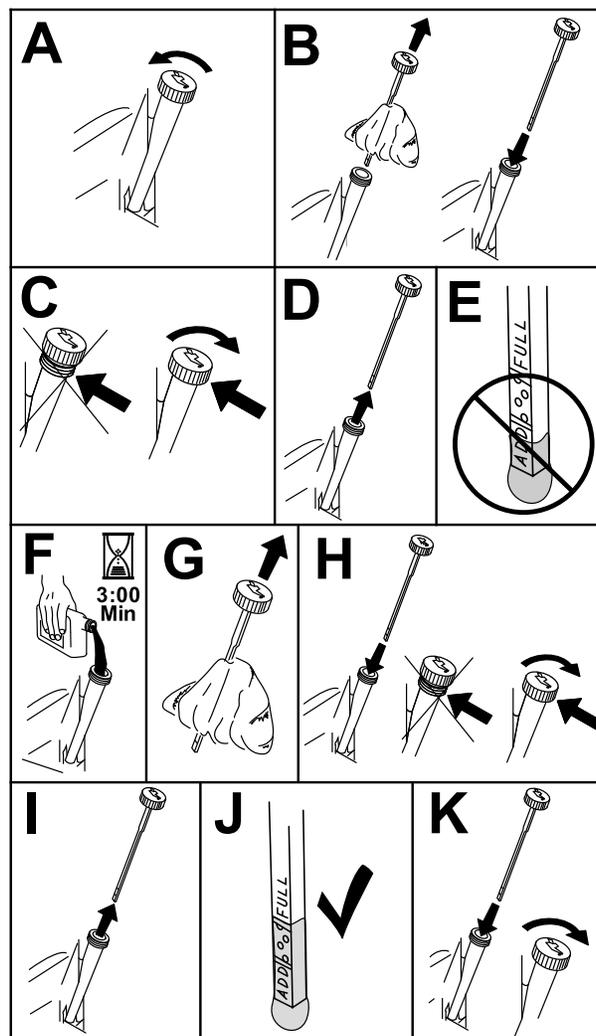

Рисунок 40
3. Чтобы не допустить попадание грязи, скошенной травы и т.п. в двигатель, очистите поверхность вокруг крышки масляной горловины и масляного щупа, прежде чем снимать их (Рисунок 40).